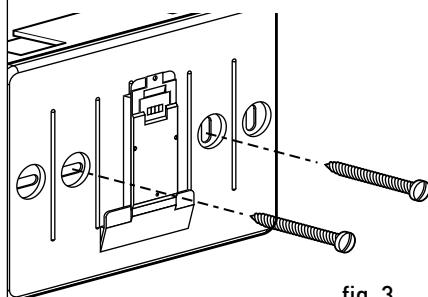

fig. 3
- de basis van het apparaat bevestigen aan de kast op de wand, met behulp van de in de kit geleverde schroeven (fig.3);